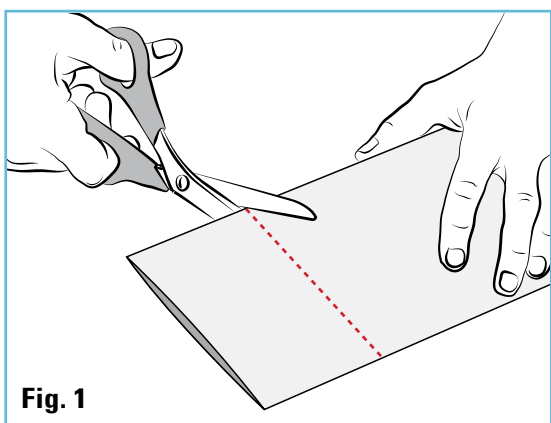

Fig. 1
1. Estrictamente asegúrese de que la tubería esté **perfectamente recta** durante la operación de corte (**Fig. 1**).
1. Estrictamente asegurar que la tubería se corte **perfectamente recta** durante la operación de corte (**Fig. 1**).